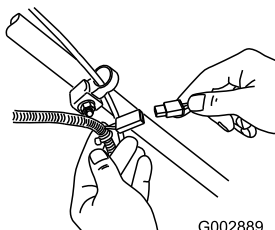

Figure 25
1. Branchez le chargeur au faisceau de câblage situé sous la clé de contact (Figure 25).